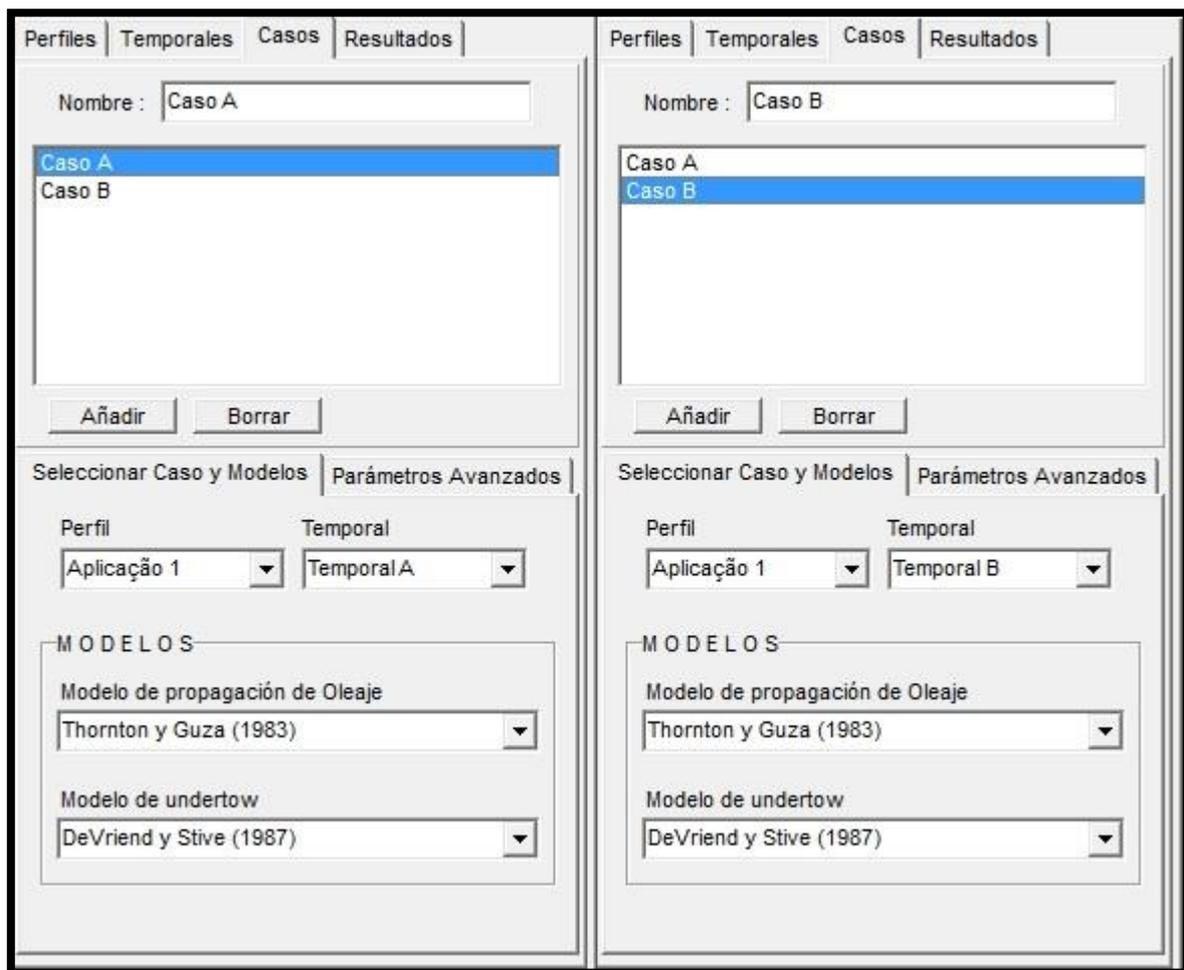

Figura 9 – Definição dos Casos A e B com o perfil criado e Temporais A e B.
- 16) Manter como modelos os já predeterminados (Figura 9);
- 17) Pelo mesmo processo, acrescente o caso B e defina como Temporal o "Temporal B", como mostra a Figura 9;